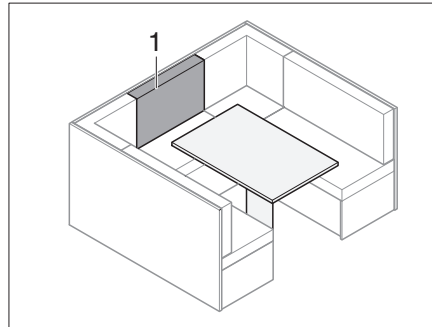

Fig. 187 Avant la transformation
- Placer le coussin de dossier (Fig. 187,1) sur la table devant le coussin supplémentaire.